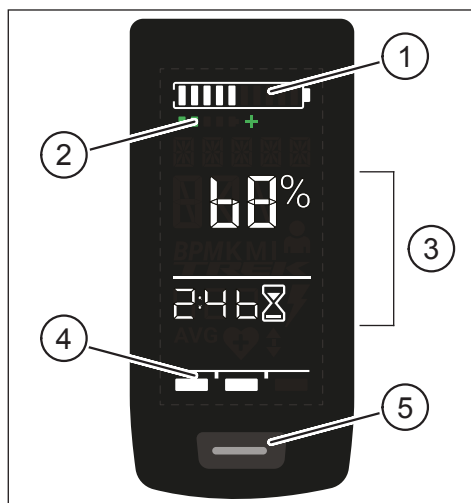
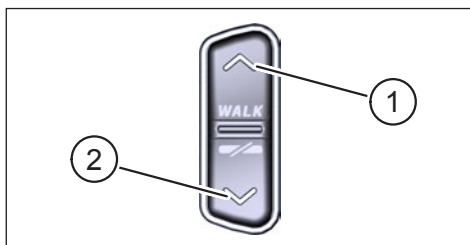

Fig. 1: Éléments de commande et d'affichage sur Display
Fig. 2: Éléments de commande sur la Remote
Pos. dans Fig. 1	Description
Pos. dans Fig. 2	Description
- ▶ Maintenir la touche de commande sur Display (élément 5 Fig. 1) et la touche de commande BAS sur la Remote (élément 2 Fig. 2) enfoncées pendant au moins 5 secondes.
- Une **double pression** sur la touche de commande du Display (élément 5 Fig. 1) permet de passer à l'affichage suivant.
- Lorsque vous appuyez sur le bouton de commande BAS de la Remote (élément 2 Fig. 2)
- Si vous actionnez la touche de commande sur le Display (élément 5 Fig. 1)